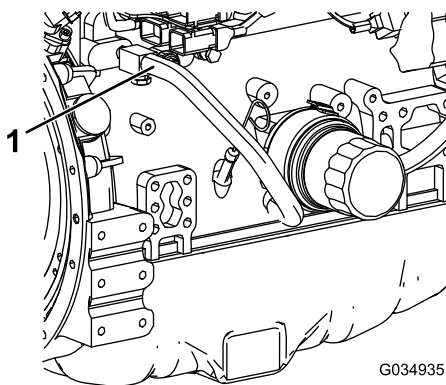

Figura 126
- Retire la manguera de refrigerante del enfriador de aceite del motor (Figura 126).